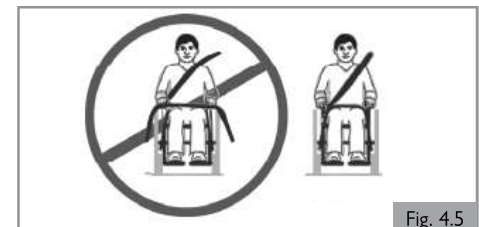

Fig. 4.5
20. Les ceintures de retenue doivent être resserrées le plus possible, tout en respectant le confort de l'utilisateur et sans gêner sa respiration (Fig. 4.5).